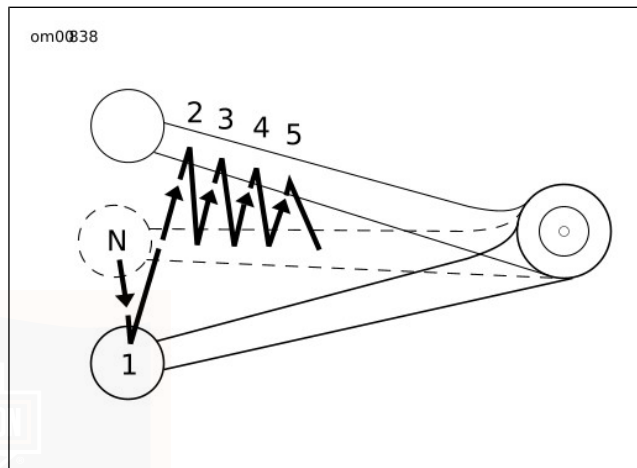

Figure 23. Séquence de passage en vitesse supérieure : Modèles Sportster
3. Voir la Figure 23. Relever à fond le levier de sélection de vitesse et relâcher.